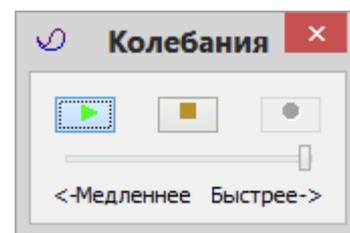

Рис.4.33. Диалоговое окно **Колебания**
- В диалоговом окне **Колебания** (рис.4.33) щелкните по кнопке  – **Воспроизвести анимацию**.